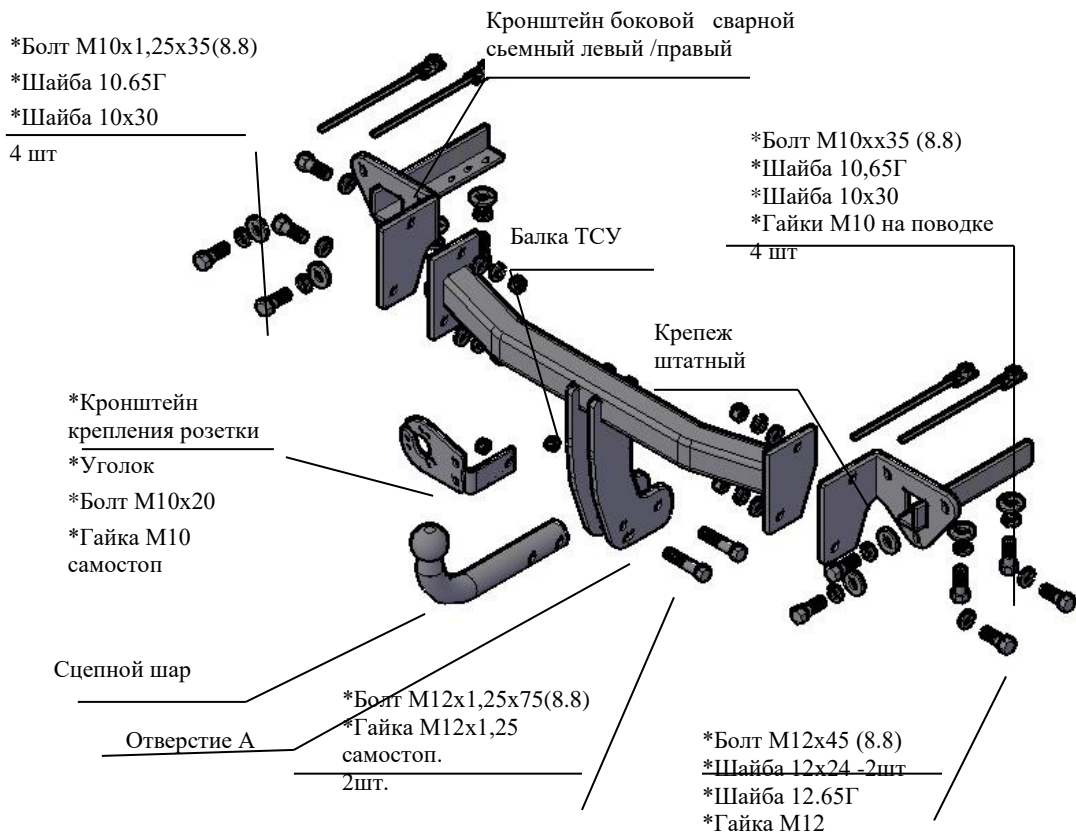

Рис.1 Тягово-цепное устройство, 4 шт
2.1 ТСУ 8501. в сборе (рис.1)	1 шт.
2.2 Пакет с комплектующими (см. рис.1)	1 шт.
4.2 Установить боковые сварные съемные кронштейны в лонжероны а/м (правый и левый соответственно рис.1), закрепить болтами М10х35, подложив под головки болтов шайбы 10.65Г и шайбы 10х30, используя гайки М10 на поводках, а к фартуку а/м закрепить штатным крепежом (см.рис.1) и болтами М10х1,25х35, используя гайки штатные и подложив под головки болтов шайбы 10.65Г и шайбы 10х30. Крепеж не затягивать.